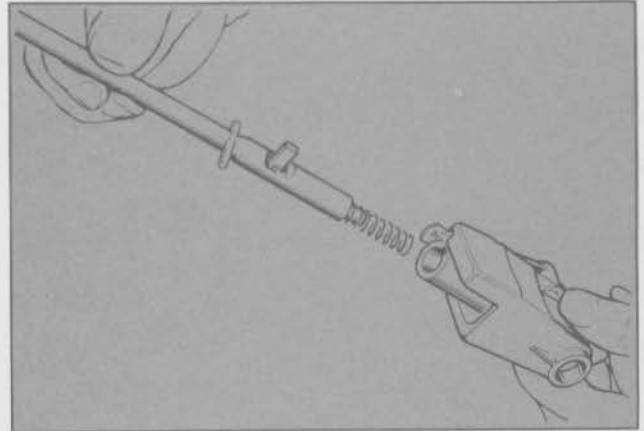

Fig. 143 - Extracción/colocación de la palanca selectora con el
- Retirar la palanca selectora superior y el muelle de la guía de la palanca selectora (Fig. 143).
- Introducir la palanca selectora superior y el muelle en la guía de a misma (Fig. 143).